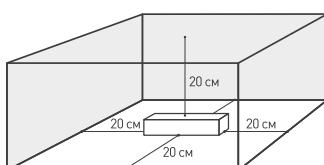
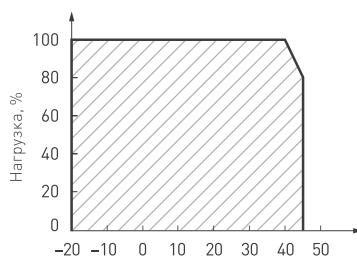

Рис. 1. Свободное пространство вокруг источника.
Рис. 2. Максимальная допустимая нагрузка, % от мощности источника.
- 4.3. Для естественной вентиляции обеспечьте не менее 20 см свободного пространства вокруг источника питания, как изображено на рис. 1. При невозможности обеспечить свободное пространство используйте принудительную вентиляцию. В случае установки в ограниченном пространстве [например, лайтбокс или профиль] предусмотрите обеспечение требуемого температурного режима источника питания согласно рис. 2.
- 4.4. Не нагружайте источник питания более 80% от его максимальной мощности. Учитывайте, что с повышением температуры окружающей среды максимальная мощность источника питания снижается, см. график зависимости на рис. 2.